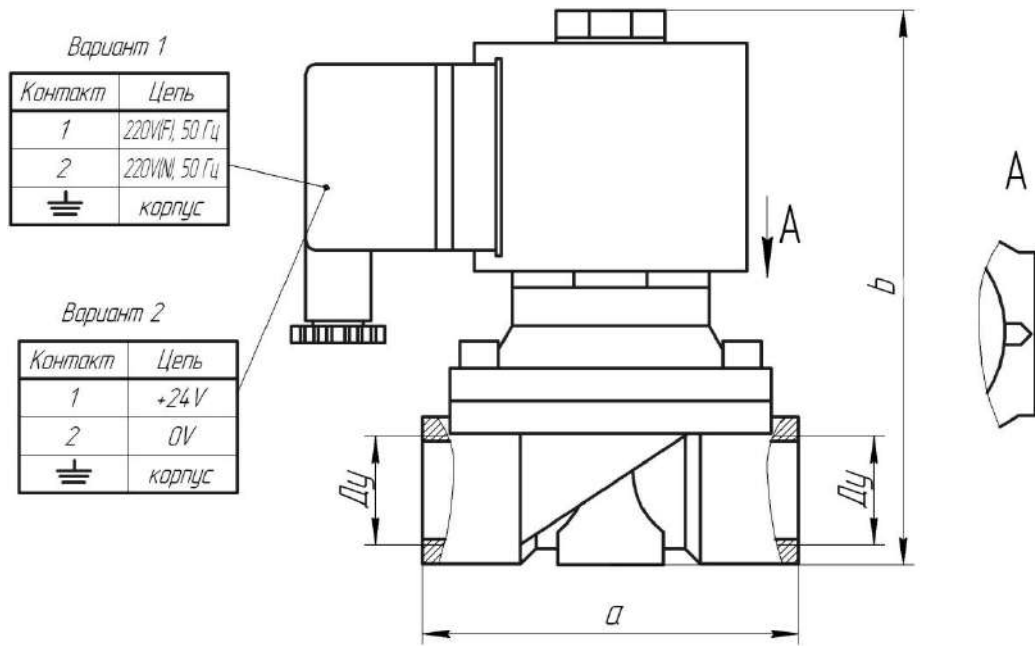
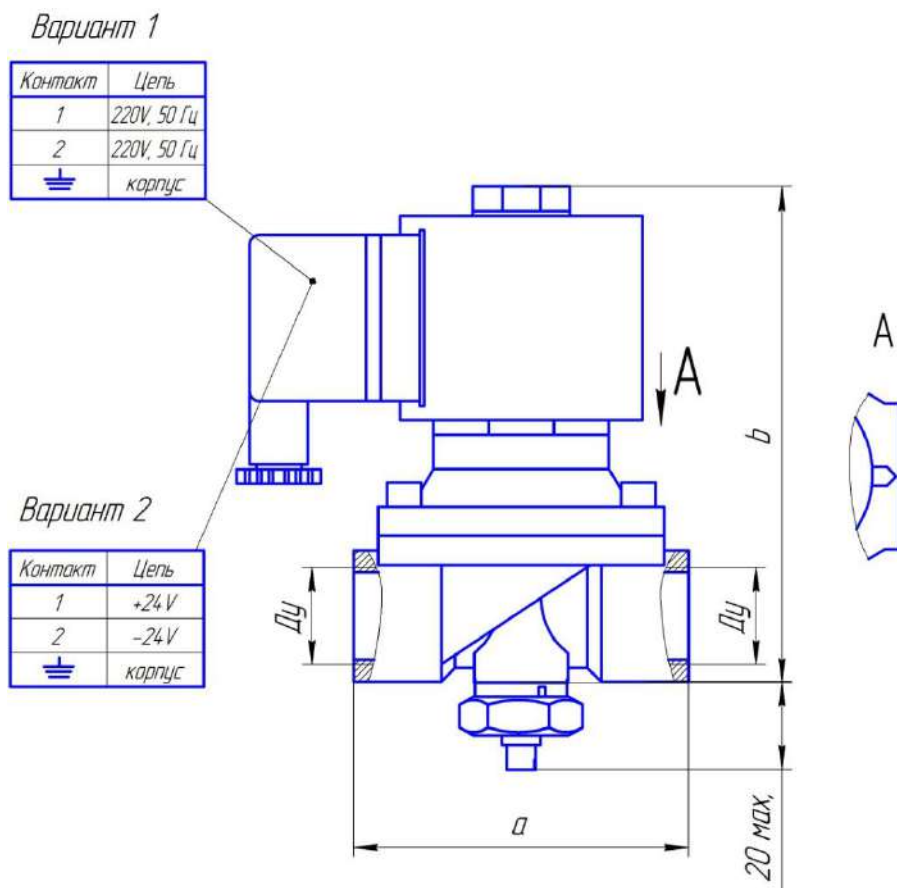

Рис. 1. Клапан электромагнитный КЭГ.
Рис. 2. Клапан электромагнитный с регулятором КЭГ-Р.
4.1 Устройство клапана, габаритные и присоединительные размеры показаны на рис.1. и рис.2.